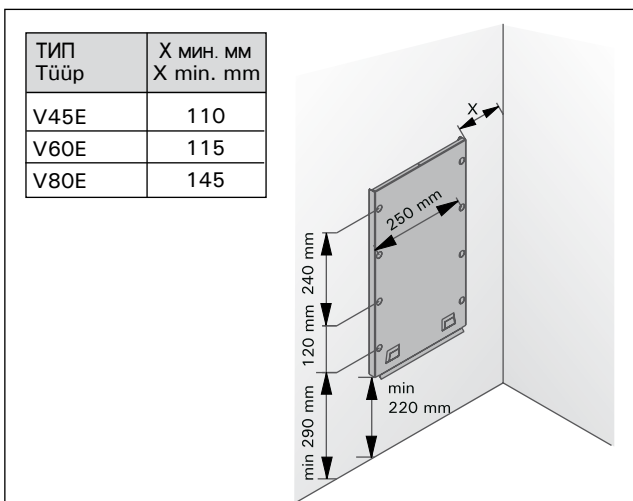

Рисунок 6. Установка крепёжной рамы
1. С помощью прилагаемых шурупов прикрепите к стене монтажную раму, соблюдая минимальные расстояния, указанные в таблице 1 и на рис. 4. Установка рамы изображена на рис. 6.